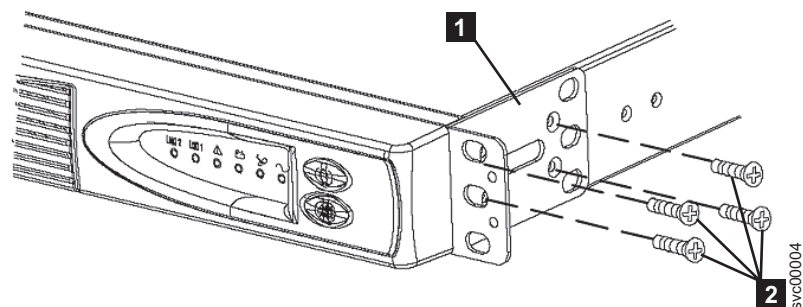

図 131. 2145 UPS-1U 用サポート・レールのラックへの取り付け
2. 取り付けブラケットごとに 4 つの M3 × 6 ねじ **2** を使用して、取り付けブラケット **1** の長い側を 2145 UPS-1U の各側に取り付けます。339 ページの図 131 を参照してください。